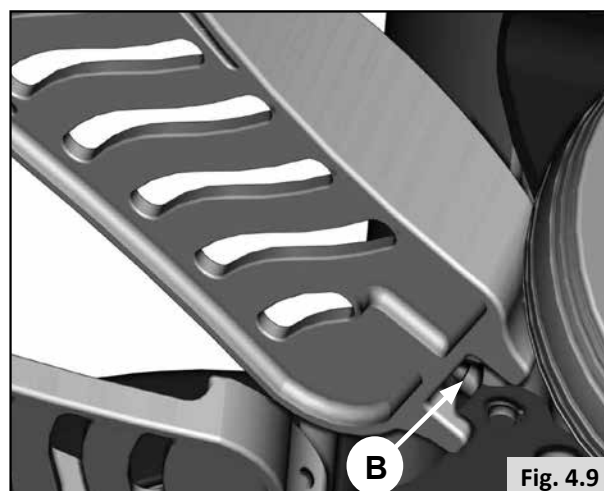

Fig. 4.9
- Levante el reposapiés, de modo que pueda alcanzar el tornillo de ajuste de ángulo (B-Fig. 4.9).